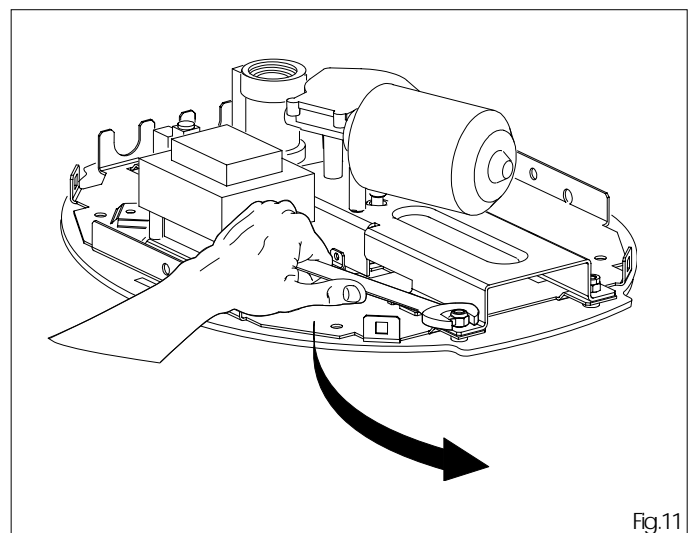

Fig.11
5.5 Togliere il carter, svitare la lampadina e utilizzando l'apposita chiave rimuovere i dadi che bloccano il gruppo motore all'operatore (fig.11).